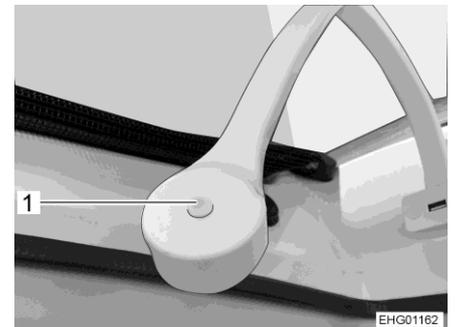

Bild 40 Lichtschalter
- Lichtschalter (Bild 40,1) auf der Rückseite des Leuchtenkopfs drücken.